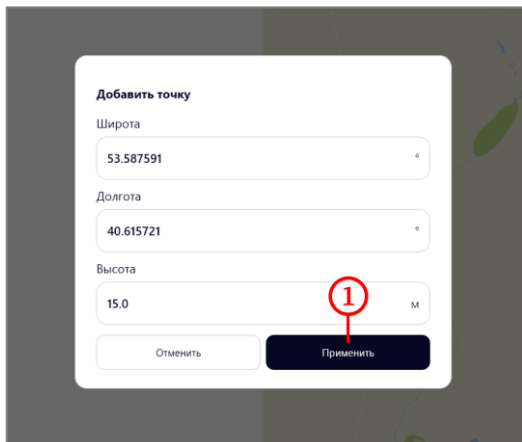

Рисунок 66 – Параметры точки миссии
- на открывшейся форме (рисунок 66) при необходимости скорректировать координаты и высоту подъема БПЛА;
- нажать на кнопку «Применить» (рисунок 66, шаг 1);